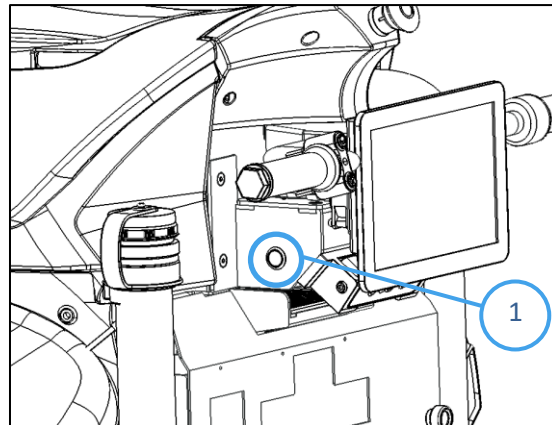

Fig. 2
Door op de Reset-knop (Fig. 2 - 1) te drukken wordt de veiligheidsbumper vrijgegeven (de nood-trigger gereset) en keert de robot terug in een bruikbare toestand.
2. Druk op de Reset-knop (Fig. 2 - 1) om de veiligheidsbumper los te maken en de robot zal weer in een bruikbare toestand komen.